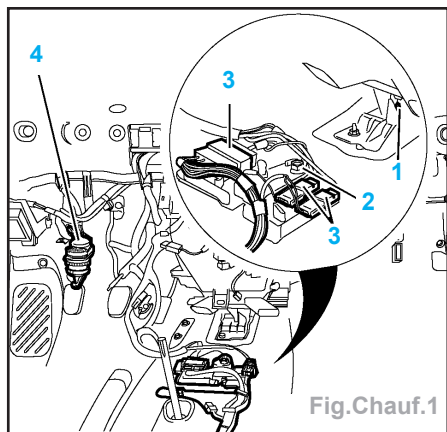
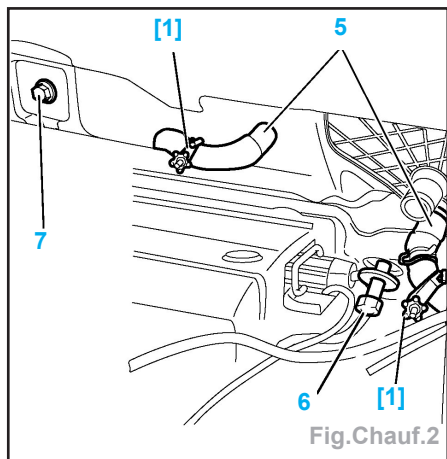

Fig. Chauff.1
Fig. Chauff.2
- Déposer (Fig. Chauff.1) :
- la fixation (1),
- la fixation (2).
- Pincer la durit d'entrée et de sortie d'aérotherme (5) (Fig. Chauff.2) avec les pinces [1].